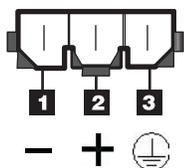

Figura 73. Conector de Energia DC - Posições dos Pinos
3. Conecte o cabo de energia DC à fonte de alimentação. Consulte Figura 73 para conhecer as posições do pino do conector da fonte de alimentação DC.